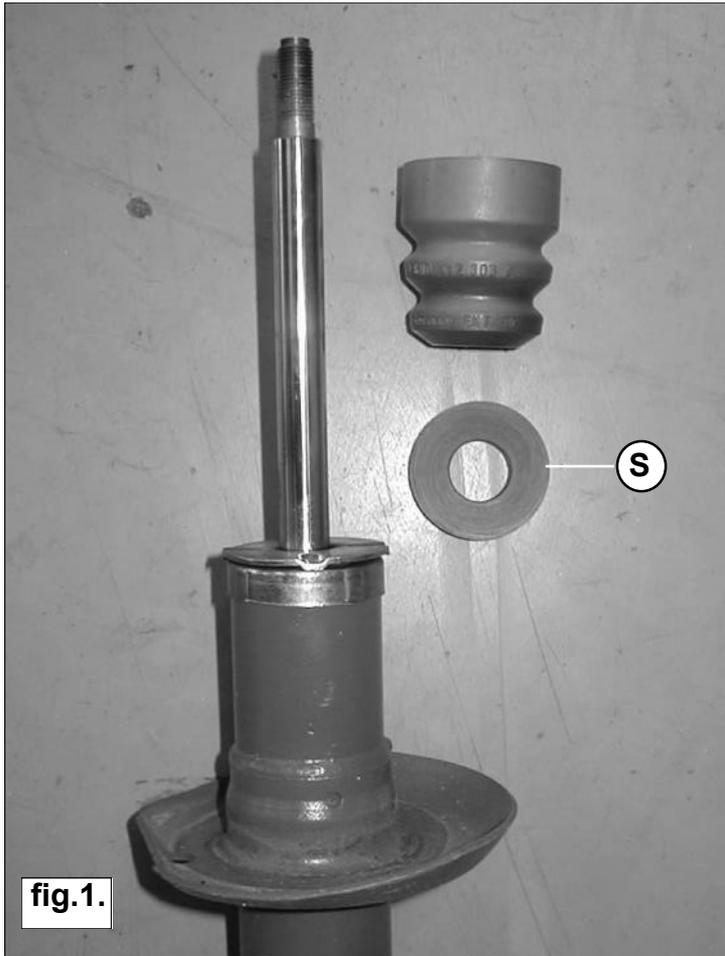
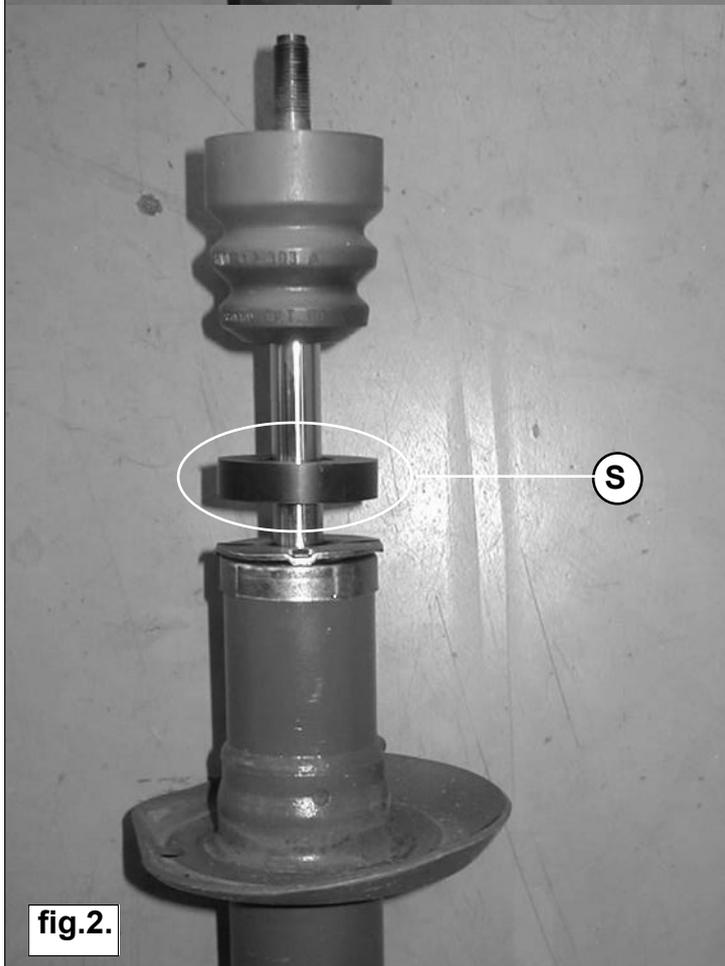

fig.1.
fig.2.
- Plaats het meegeleverde kunststof schoteltje **S** direct boven op de zuigerbuis van de schokdemper van de voorzijde van de auto. (Zie fig. 1 en fig. 2)
- Place plastic disk **S** (supplied) directly above the suction tube on the front shockabsorber. (See fig. 1 and 2)
- Den mitgelieferten Kunststoffeller **S** oben auf dem Stoßdämpferrohr des vorderen Stoßdämpfers anbringen. (Siehe Abb. 1 und 2).
- Placez la coupelle jointe en plastique **S** directement au-dessus de la tige de l'amortisseur avant. (Voir fig. 1 et 2).
- Placera den bifogade plastskålen direkt ovanpå den främre stötdämparens kolvstång. (Se fig. 1 & 2).
- Coloque el pequeño disco sintético S, incluido en la entrega, directamente encima del émbolo del amortiguador que se encuentra en la parte delantera. (Ver. fig 1 y 2).